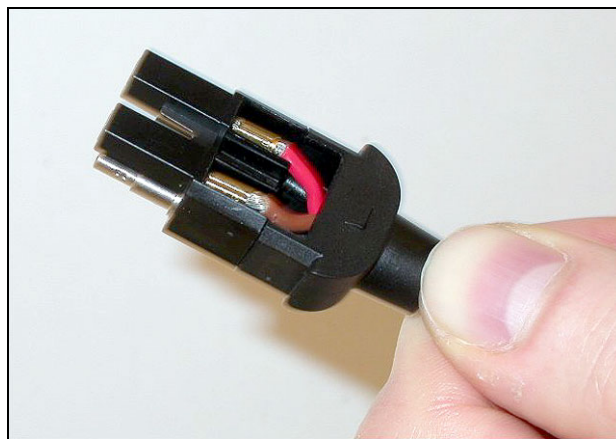

Abbildung 29.34: Montage von Block und hinterem Gehäuse
- 29 Setzen Sie den Montageblock in das hintere Gehäuse (siehe Abbildung 29.34)